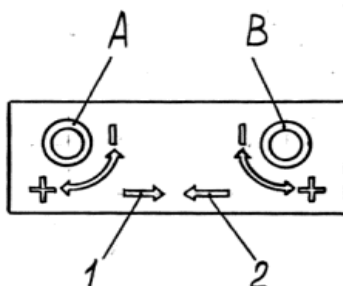

Рис. 3
- 4.2.3. Допускается производить дополнительную регулировку вращения электропривода. Регулировка осуществляется с помощью винтов А и В (рис. 3), расположенных на корпусе электропривода. Стрелки 1 и 2 (рис. 3) указывают на направление вращения электропривода. Направление вращения (1) регулируется винтом А, а направление вращения (2) – винтом В. Для увеличения количества оборотов электропривода необходимо вращать винты А и В в сторону знака «+», а для уменьшения количества оборотов – в сторону знака «-».